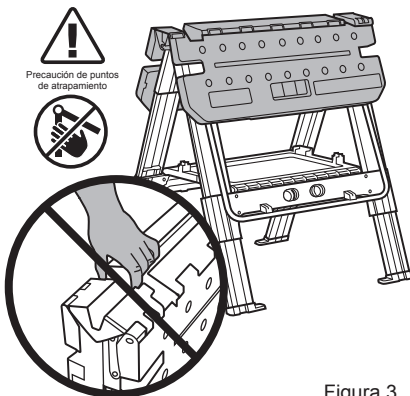

Figura 3
4. Abra las patas completamente hasta que la bandeja de herramientas quede plana. Las patas de la mesa y la bandeja de herramientas deben formar una «A». (Figura 3)